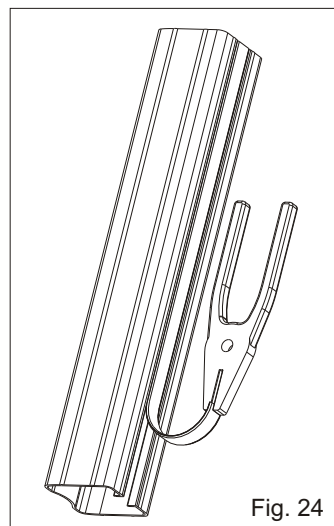

Fig. 24
2.10. Enlever la bande du couvre-tige (Fig.24) et le monter sur le moteur avec les deux tirants sans serrer trop fort les deux écrous de fixation couvre-tige (Fig.25).